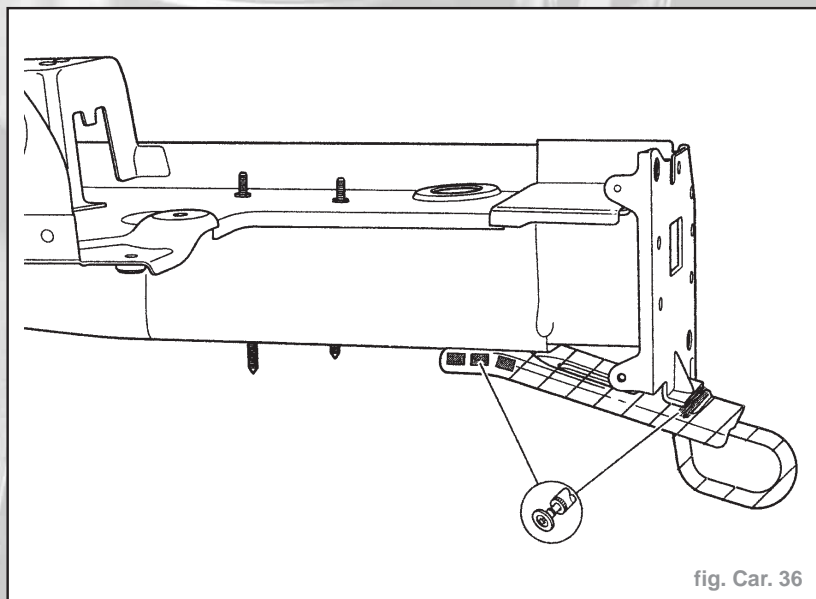

fig. Car. 36
- Dégrafer l'accostage d'origine (fig. Car. 36)